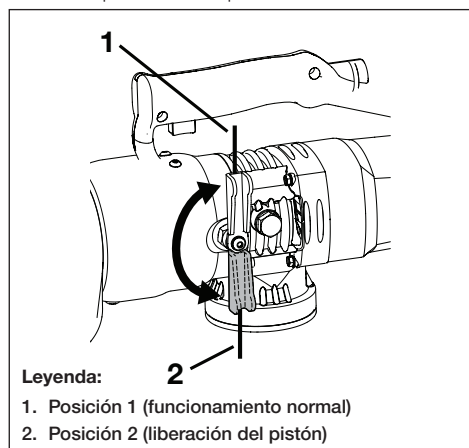

Figura 8, Palanca de liberación del pistón
Antes de utilizar el cortacadenas, compruebe que la palanca de liberación del pistón se haya girado completamente en sentido de las agujas del reloj a la posición 1. Véase Figura 8. Esto permitirá que el pistón y la cuchilla móvil avancen al presionar el gatillo de encendido.
4. Asegúrese de que la palanca de liberación del pistón se haya girado completamente en sentido de las agujas del reloj a la posición 1. Véase Figura 8.
10. Cuando se haya realizado el corte, suelte el gatillo y luego gire la palanca de liberación del pistón en sentido antihorario a la posición 2. Véase la Figura 8.